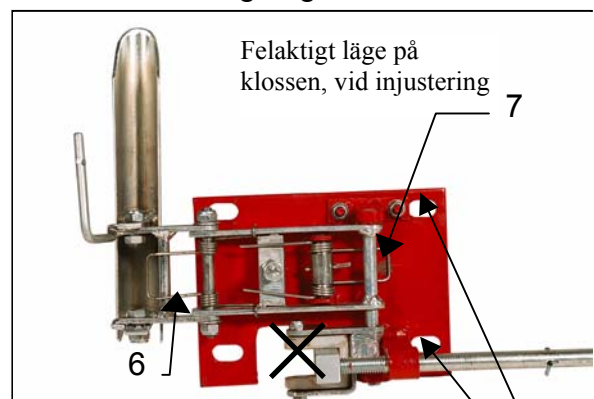

Bild 9
Armens(5) läge justeras med hjälp utav skruven(4). Om skruven skruvas in kommer mekanismen och klyven att bli känsligare, en alltför känslig klyvinställning leder till att klyven kommer att gå oavbrutet fram och tillbaka. När armens läge ändras kommer även plattan(3) att ändra sitt läge. Kontrollera så att den inte kommer i kontakt med bakstycket (hållet) på klyvrännan, justera efter i det avlånga hålet(8). Bulten (9) skall förhindra att leden kommer i felaktigt läge som bild 9 visar.